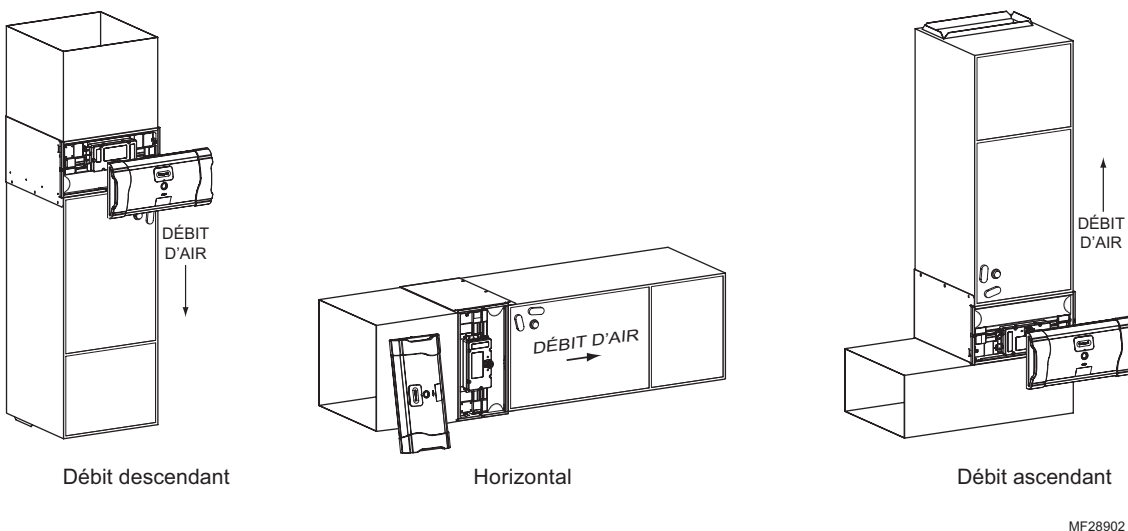

Fig. 4. Orientation de l'armoire pour les modèles 1620/2020/2520.
- Identifier un emplacement de montage de l'épurateur d'air amélioré de Honeywell dans la gaine d'air de retour (voir Fig. 4).
- d. Placer l'armoire entre l'unité de traitement de l'air et la gaine d'air de retour (voir Fig. 4 page 7 et Fig. 5).